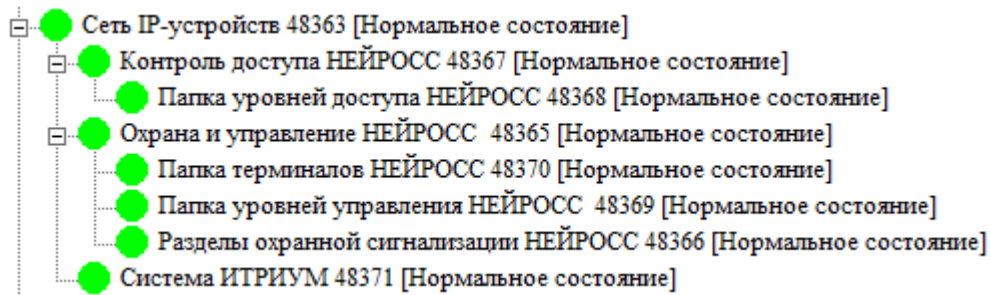

Рисунок 10.85 — Сеть IP-устройств. Дерево элементов
- К элементу **Сеть IP-устройств** автоматически будут добавлен элемент **Контроль доступа НЕЙРОСС** с дочерним элементом **Папка уровней доступа НЕЙРОСС**, а также элемент **Охрана и управление НЕЙРОСС** с дочерними элементами **Уровни управления НЕЙРОСС**, **Разделы охранной сигнализации НЕЙРОСС** и **Папка терминалов НЕЙРОСС** (рисунок 10.85).